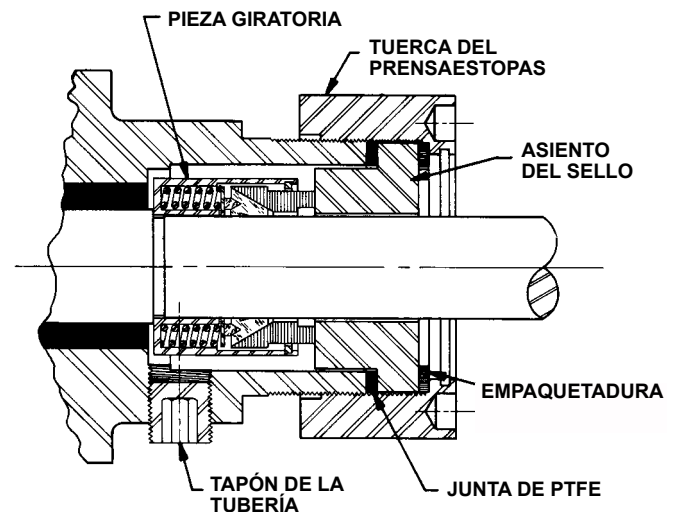

FIGURA 5
7. **PROCEDIMIENTO DE DESENSAMBLE RESTANTE** para la bomba con sello mecánico de la serie 4724 (consulte la Figura 5). Retire el tapón de la tubería de cabeza hueca de 1/8 de pulgada que se encuentra en la carcasa y suelte los dos tornillos de fijación de cabeza Allen en el sello mecánico.
REENSAMBLE DE LA SERIE 4724 (consulte la Figura 5).